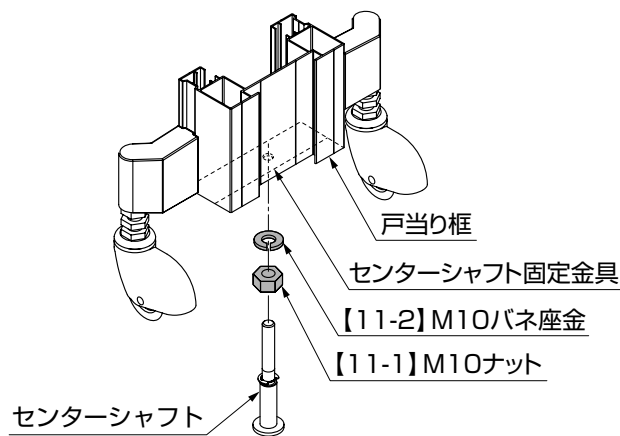

図10-7
- ①戸当り框部の下の「センターシャフト固定金具」に、【11-1】および【11-2】を組付けたセンターシャフトを仮組みしてください。(図10-7参照)